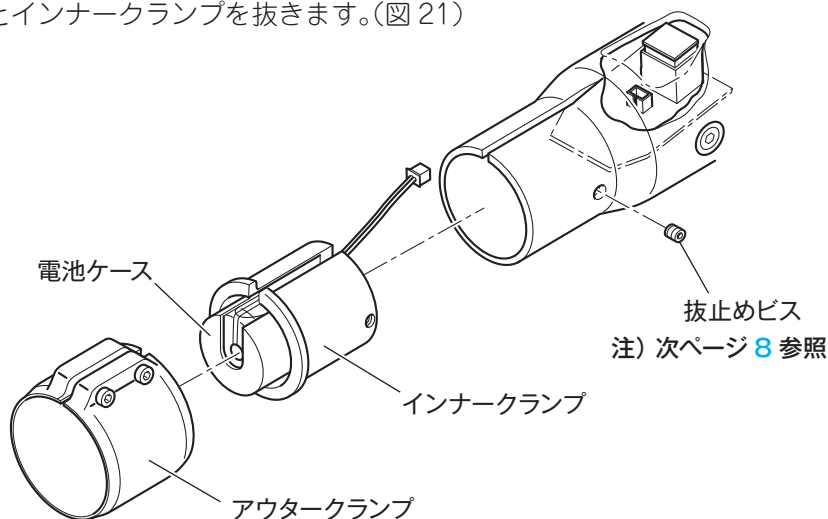

図 21 クランプ取外し
- 3 アウタークランプをフレームより外した後、抜止めビスを外し電池ケースごとインナークランプを抜きます。(図 21)
※このとき、電池コネクタは図 21 のように基板の表側にくるようにしてください。